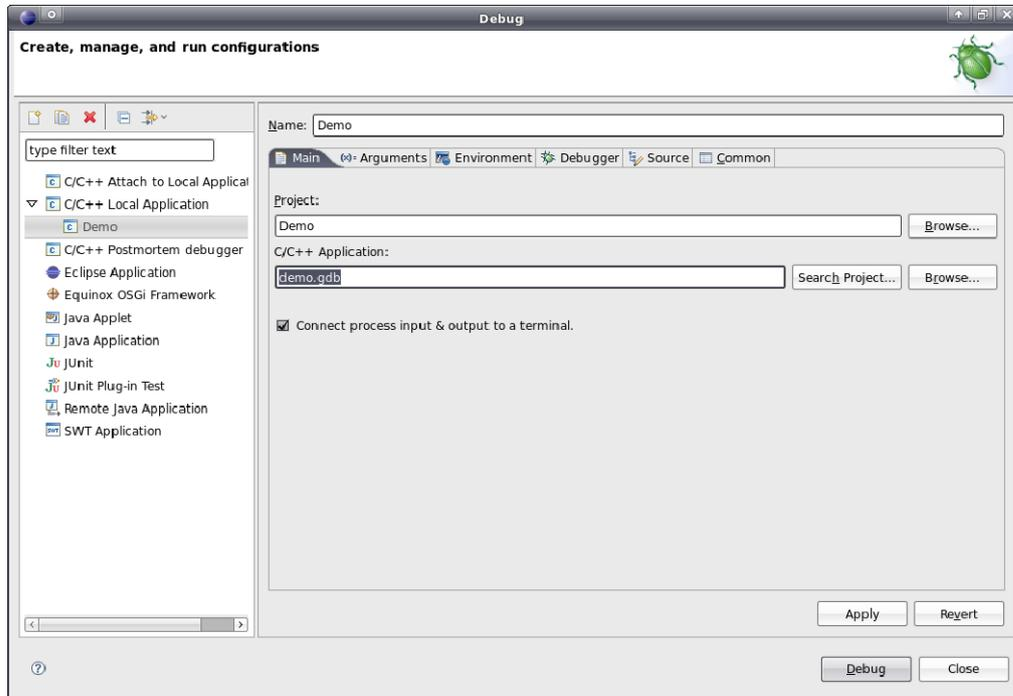

Bild 52: Festlegen der zu debuggenden Applikation
2.1 Festlegen des im Debugger auszuführenden Programms (siehe Bild 52)